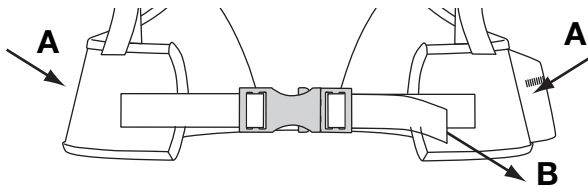
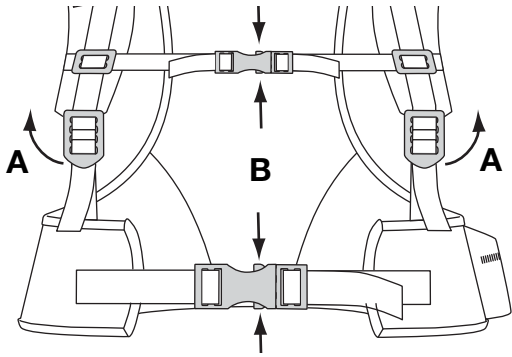

Fig. 19
Fig. 20
NOTA: Asegúrese de que los soportes de la cintura soporten el peso de la unidad sobre las caderas (Fig. 19, A).
3. Si el peso no cae sobre las caderas, afloje los soportes de los hombros (Fig. 20, A) y tire de la manija de los soportes de la cintura (Fig. 19, B) para apretarlas. Ajústelas hasta que el peso de la unidad descansa sobre las caderas.
1. Para desconectar los soportes de los hombros, tire hacia arriba de la lengüeta inferior de las hebillas de los soportes de los hombros (Fig. 20, A).
2. Apriete la parte superior e inferior de las presillas de los soportes de la cintura para zafar los soportes de la cintura y los hombros (Fig. 20, B).